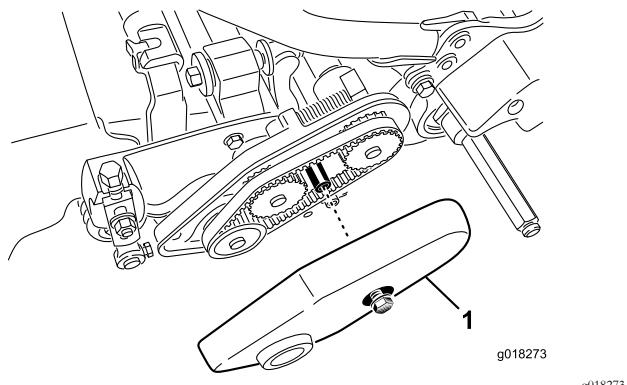

Figura 47
2. Allentate il bullone della flangia che fissa il copricinghia, e togliete il copricinghia per accedere alla cinghia (Figura 47).